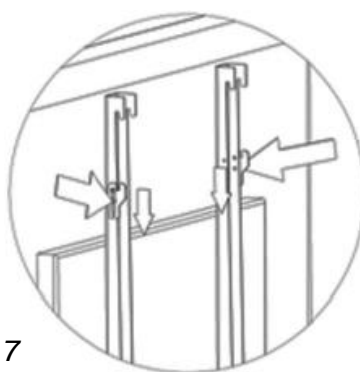

fig. 7
90. Afloje los soportes inferiores en las vigas verticales (fig. 7)